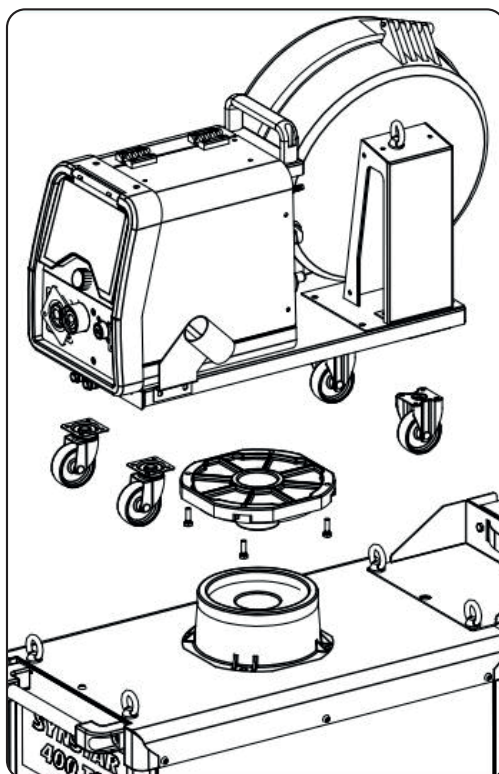

Fig. 2.
- ◆ Montar el soporte macho en el carro arrastrado y el soporte hembra en el generador (ver fig. 2). Las pequeñas ruedas deben ser montadas en el fondo del carro arrastrado así como el soporte de la antorcha (ver fig. 2). El carro ensamblado tiene que colocarse en el soporte del generador.